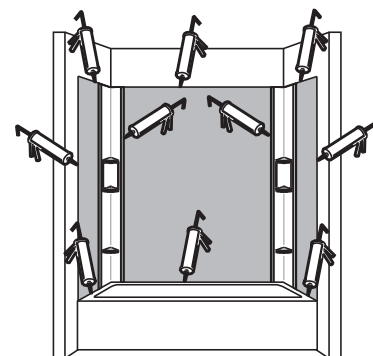

Ilustración 12
- B) Aplicar una gota de sellador alrededor de todos las esquinas, bordes exteriores de los paneles, paneles esquineros y plataforma de tina o base de la ducha. **Vea la ilustración 12.**